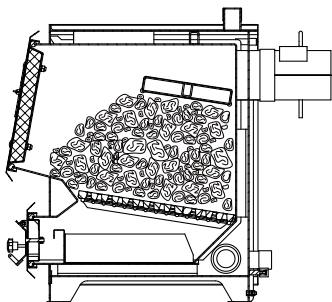

Рис.6 Схема загрузки аппарата.
8.4.5. Добавьте очередную порцию топлива, когда разгорится первый слой основного топлива, равномерно распределить его по всему объему в соответствии рис.6.